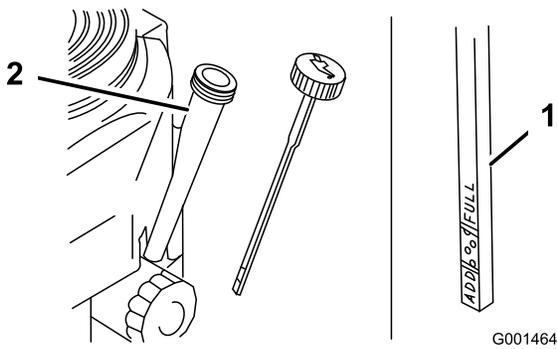

Figura 29
4. Limpie alrededor de la varilla de aceite (Figura 29) para impedir que caiga suciedad por el orificio de llenado y cause daños en el motor.
5. Desenrosque la varilla de aceite y limpie el extremo (Figura 29).
6. Deslice la varilla a fondo en el tubo de llenado, pero no la enrosque en el tubo (Figura 29).
9. Vierta lentamente un 80% aproximadamente de la cantidad especificada de aceite por el tubo de llenado (Figura 29).